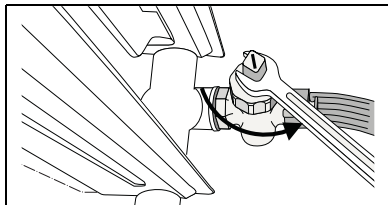

fig. 16 Aftappen van de cv-installatie
- Tap de cv-installatie op het laagste punt met behulp van de vul- en aftapkraan of aan een radiator af (fig. 16). Daarbij dient de (automatische) ontluchter op het hoogste punt van de cv-installatie geopend te zijn.